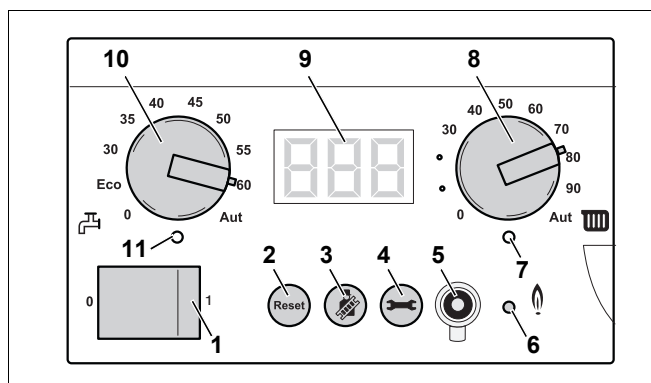

Fig. 86 Controler de bază BC10
- Opriți instalația de încălzire cu comutatorul de funcționare al controlerului de bază BC10 (fig. 86, poz. 1).
- Porniți instalația de căldură cu comutatorul de funcționare al controlerului de bază BC10 (fig. 86, poz. 1).
- Apăsați tasta "Coșar" (fig. 86, poz. 3) și țineți-o apăsată (circa două secunde), până când apare punctul în dreapta jos pe display (fig. 86, poz. 9). Vezi pentru aceasta tabelul 8, „Testul gazelor de evacuare“, pagina 42.
- După ce se aprinde LED-ul "Arzător" (fig. 86, poz. 6) așteptați un minut până ce cazanul de încălzire arde la sarcină totală.
- Apăsăți tasta "Coșar" (fig. 86, poz. 3) ca să încheiați măsurarea. Vezi deasemenea tabelul 8, „Testul gazelor de evacuare”, pagina 42.